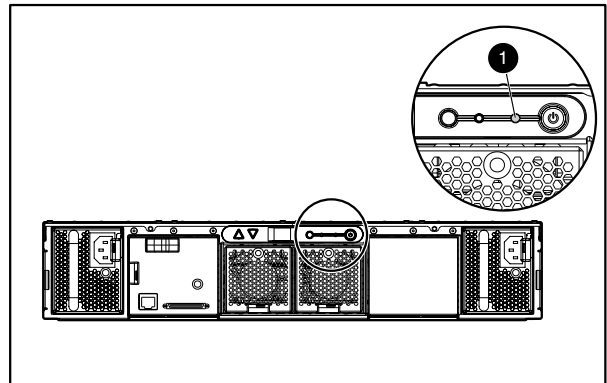

Figure 2 Indicador de fallo de la carcasa MSA20
- En un MSA20, compruebe el indicador de fallos de la carcasa. Consulte la Figure 2. Debe ser mbar.